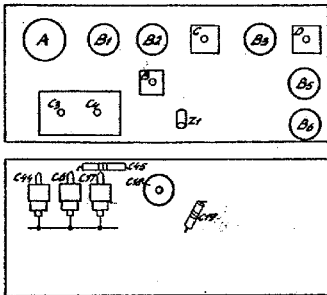

Fig. 10
De M.F. bandfilters zijn reeds op de fabriek op de juiste M.F. ingesteld. (452 kHz). Door de klemveer (fig. 14 pos. 23) naar buiten te draaien kan het ontvangedeelte uit de metalen mantel worden verwijderd, waarna alle trimmers zijn te bereiken. De opstelling van buizen en trimmers is aangegeven in fig. 10. Op beide golfgebieden ligt de oscillator frequentie hoger dan de afstemfrequentie.